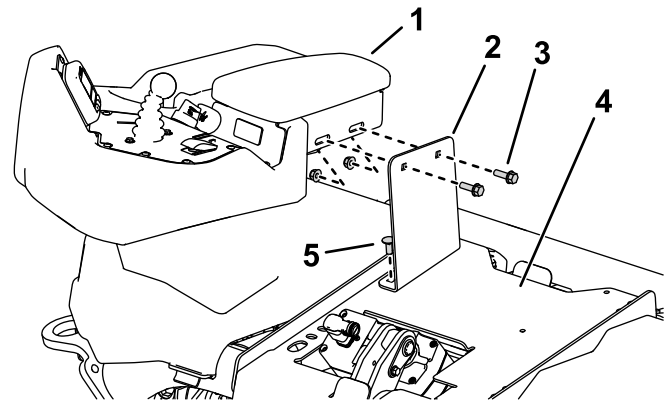

Figura 1
- Se vai instalar este kit numa unidade de tração nova, diesel ou eTriFlex sem um banco, retire os dois parafusos de carroçaria, dois parafusos flangeados as quatro porcas que prendem o suporte de transporte ao painel do banco e apoio para o braço (Figura 1). Elimine o suporte de transporte e as fixações do painel do banco. Guarde as fixações do apoio para o braço.